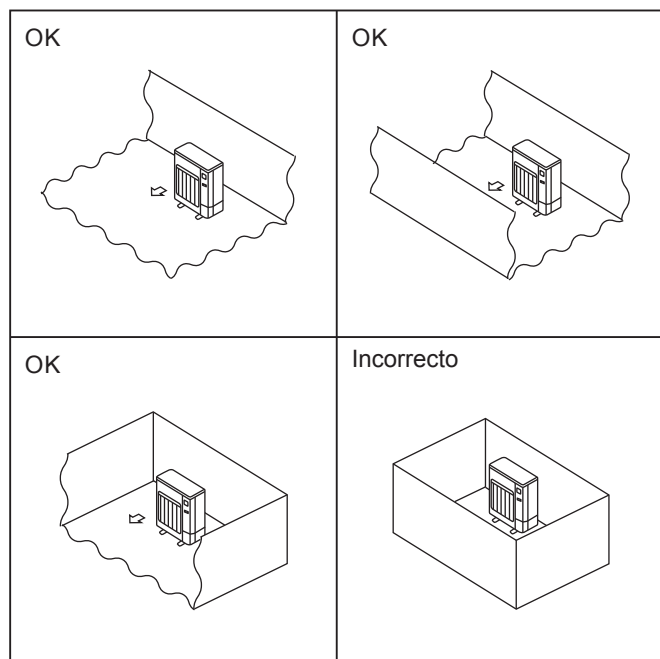

Fig. 2-1
- ☉ Instale las unidades exteriores en un lugar donde al menos uno de los cuatro lados esté abierto, y en un espacio lo suficientemente grande y no elevado. (Fig. 2-1)